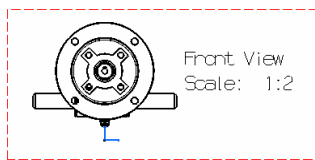

图 6-124
- >>> 步骤 06 在工程制图窗口中, 单击图纸空白处, 即可生成高级正视图, 如图 6-124 所示。